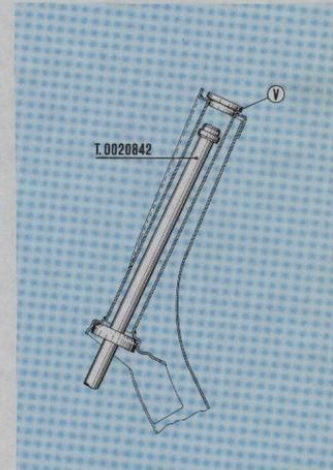

Fig. 41
**Fig. 41. Pista inferior cojinete superior de dirección:** Introducir por la parte inferior del tubo guía de la dirección el puntero T. 0020842 y expulsar, dando golpes con el mazo, la pista inferior «V» del cojinete superior de dirección.